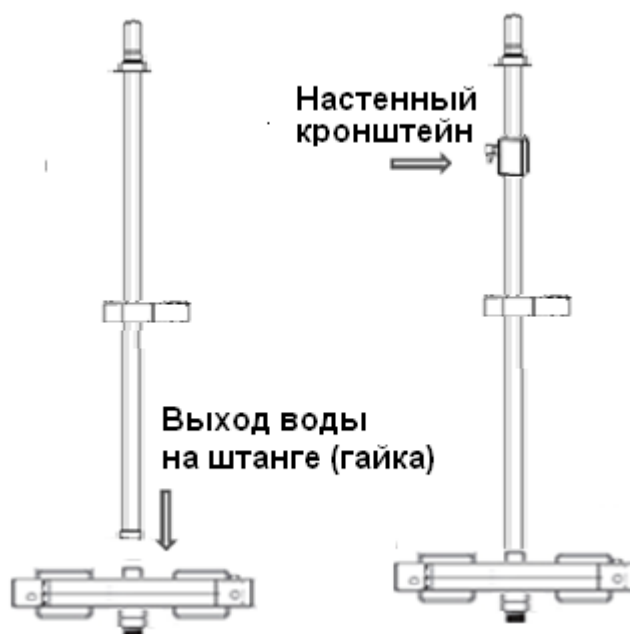

Рис.5
4. Прикрутите душевую штангу /7/ к выходу воды на корпусе смесителя /8/ с помощью гайки (рис. 5), С помощью уровня проверьте вертикальность установленной штанги /7/. Отметьте на стене место крепления настенного кронштейна /3/ (рис.5). Открутите душевую штангу от смесителя.